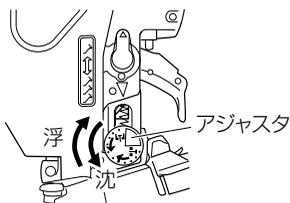

図 19
(1) アジャスタの調整
- 試し打ちして、釘が沈みすぎるときはアジャスタを浮く方 (マーク ) に回します。釘の頭が浮くときはアジャスタを沈む方 (マーク ) に回します (図 19、20)。アジャスタは 1 回力チツと回るとに 0.5 mm 移動します。